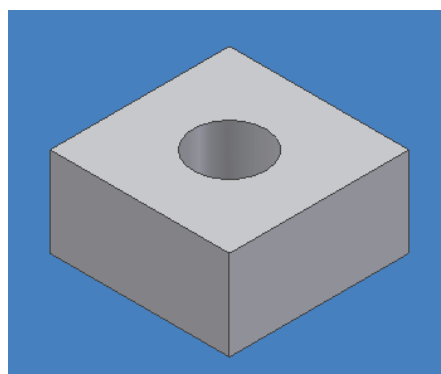

Figura 3.27 Creación de un agujero utilizando la opción CUT.
- Introduzca el valor numérico establecido ó introduzca uno nuevo, cambie el sentido de dirección del corte para crear el agujero y presione OK, figura 3.27.